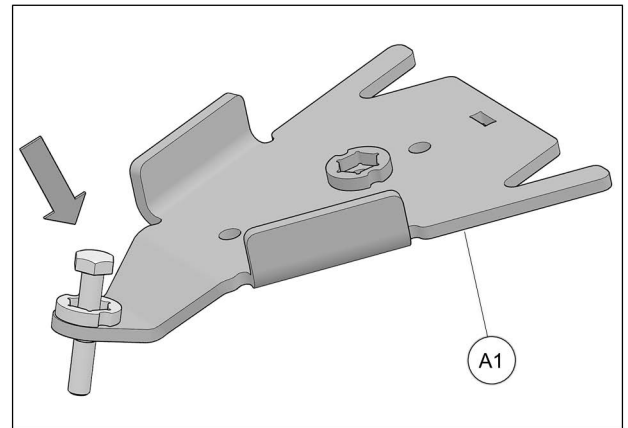

Fig. 18
- Insérer un boulon à l'extrémité de chacun des ancrages de suspension avant (A1). Voir la Fig. 18